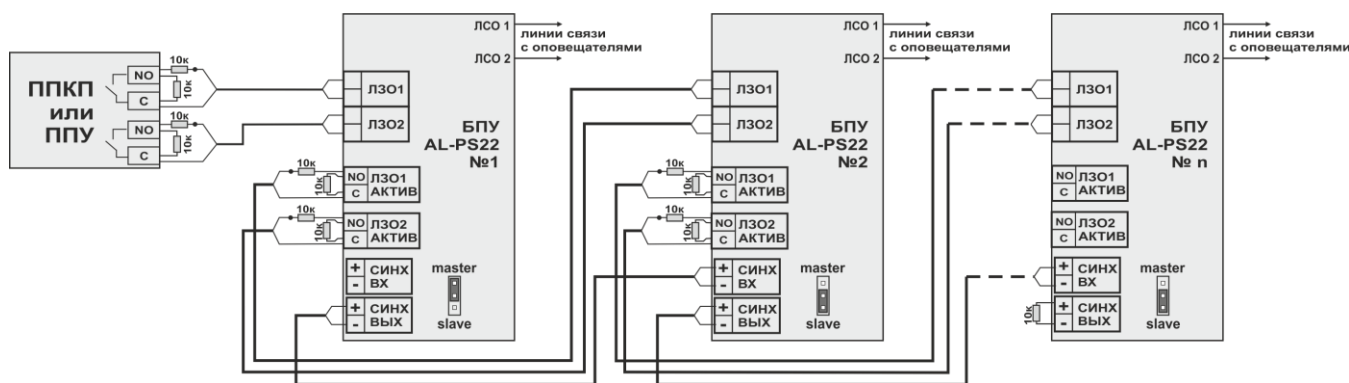

Рис. 10
При необходимости наращивания мощности системы, предусмотрено каскадное подключение нескольких приборов БПУ AL-PS22 (Рис. 10). Для этого, входа запуска оповещения «ЛЗО1» и «ЛЗО2» последующего прибора должны быть подключены к выходам «ЛЗО1 АКТИВ» и «ЛЗО2 АКТИВ» предыдущего БПУ AL-PS22. При необходимости синхронизации сигналов оповещения на объекте рекомендуется использование общей шины (линии) синхронизации. Сигналы синхронизации формируются в первом БПУ AL-PS22. Выход «СИНХ ВЫХ» должен быть подключен к входу «СИНХ ВХ» последующего устройства. Перемычка J1 (Master/Slave) в первом БПУ должна быть установлена в положение «Master», в остальных БПУ перемычка должна быть установлена в положение «Slave». Для контроля целостности линии синхронизации на всем протяжении, на выходе «СИНХ ВЫХ» последнего БПУ должен быть подключен оконечный резистор 10 кОм. Каскадное подключение и установка оконечных резисторов показано на Рис. 10.
- Устраните неисправность в БПУ включенного в цепь синхронизации (см. рис. 10). 4) Паразитное стороннее напряжение на линии (шине) синхронизации. - Отключите линию, подключенную к выходу «СИНХ ВЫХ» БПУ AL-PS22 находящегося в режиме «Master». - Убедитесь в отсутствии стороннего паразитного напряжения или наводки на линию синхронизации на самой линии и относительно «земли». 5) Схема контроля выхода «СИНХ ВЫХ» в БПУ AL-PS22 неисправна. - Обратитесь в сервисный центр для проведения диагностики и ремонта.